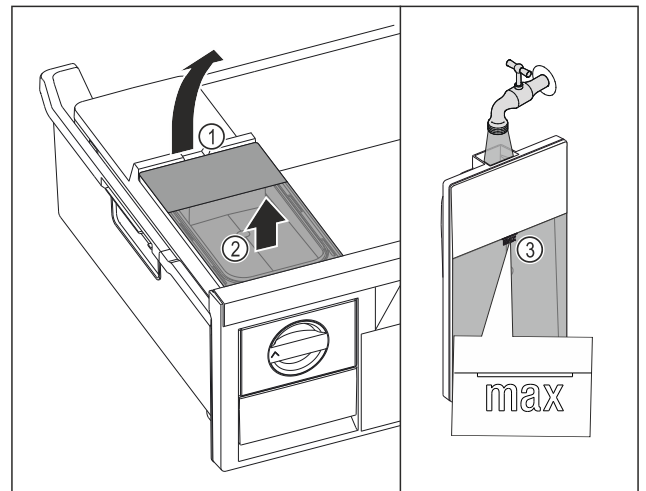

Fig. 121
- Watertank aan de uitsparing Fig. 121 (1) optillen.
- Watertank naar boven toe verwijderen. Fig. 121 (2)
- Watertank tot de markering Fig. 121 (3) vullen met drinkwater.